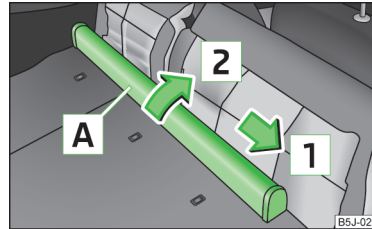

Abb. 72 Rücksitze: Netztrennwandgehäuse
- › Das Netztrennwandgehäuse **A** » Abb. 72 in Pfeilrichtung **1** schieben und aus der Aufnahme der rechten Sitzlehne in Pfeilrichtung **2** herausnehmen.